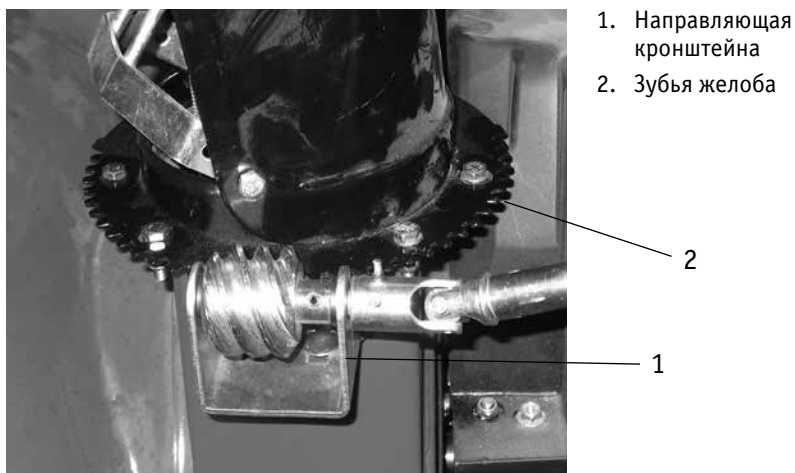

Рис. 6
5. Вставьте рычаг управления в направляющую (1). Совместите рычаг управления с зубьями желоба (2) **(рис. 6)**.